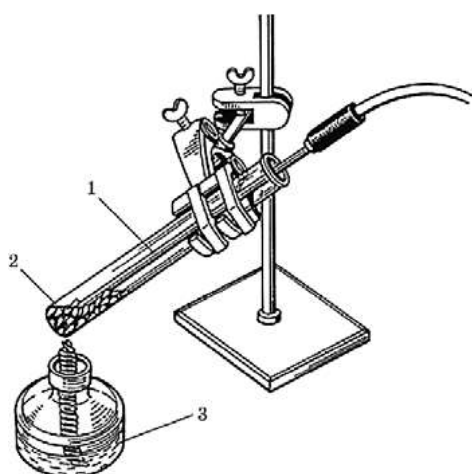

Рис. 6. Прибор для определения температуры плавления: 1 — термопарный датчик; 2 — гранулы исследуемого металла; 3 — спиртовка
1. В пробирку поместите гранулы металла (олово или свинец) на 2–2,5 см по высоте. Закрепите пробирку в лапке штатива. Закрепите термопарный датчик так, чтобы его кончик доходил почти до дна пробирки, но не касался ни его, ни стенок (рис. 6).